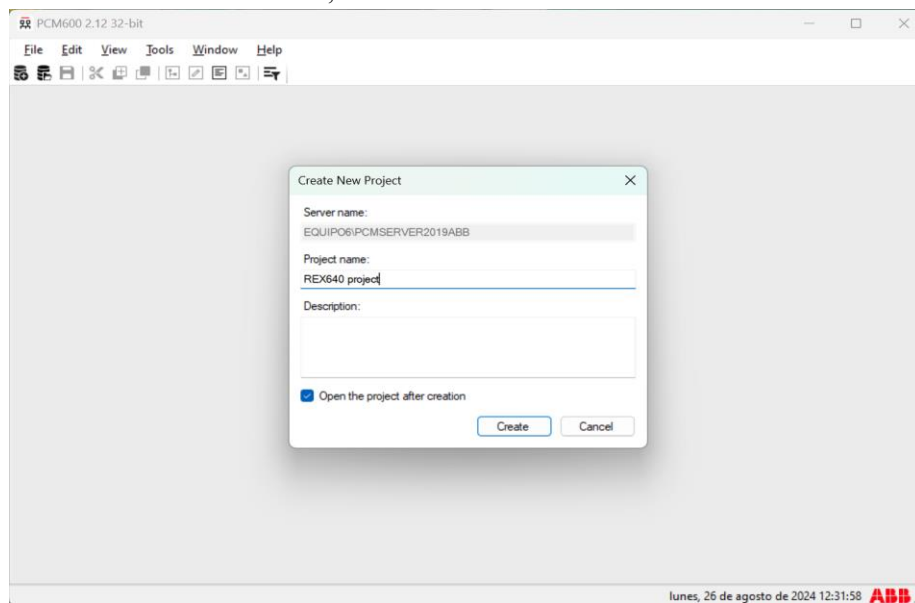

Imagen 18_Nombre del proyecto.
1.4 Se nos va a solicitar que se le asigne un nombre al proyecto y una descripción como se muestra en la **Imagen 18**, en este caso el nombre de nuestra elección fue REX640 project pero puede ser el que el usuario elija. Se selecciona la opción de “Open the after creation” para que una vez llenado los campos anteriores nos abra el proyecto de manera automática. Por último, le damos en “Create”.